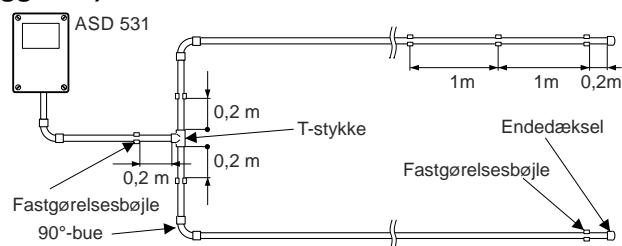

Fig. 33 90°-bue, afgreningspunkt
Ved en lige udformning kan den lineære udvidelse være op til **80 mm** over den samlede indsugningsledningslængde (40 m) inden for det tilladte temperaturudsvingsområde (20 °C). Derfor er det afgørende, at det sikres, at indsugningsledningen kan "flytte sig" (glide) i fastgørelsesbøjlerne. Der skal derfor fastholdes en afstand på 100 mm (0,1 m) mellem den sidste fastgørelsesklemme og endedækslet. Se også Fig. 33
- Der skal som minimum sikres en afstand på 0,2 m fra T-stykket til klemmerne med start ved indsugningsledningens afgreningspunkter, Fig. 33.